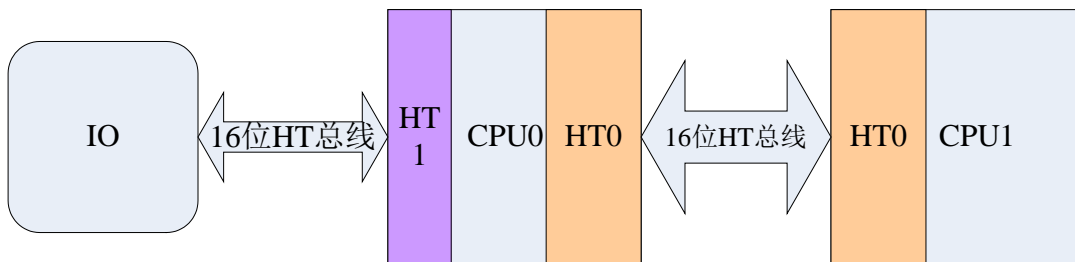

图 4-2 龙芯 3B1500 多处理器系统 HT 接口连接（二片）
- 龙芯 3B1500 多处理器系统连接。用于多处理器间互联时，HT0 接口硬件支持处理器核间 Cache 一致性协议，可以使用 HT0 接口可以构成 2 片龙芯 3B1500 处理器的互联系统。如果需要继续扩展，则需要使用不支持处理器核间 Cache 一致性的 HT1 接口或采用其它方式。图 4-2 龙芯 3B1500 多处理器系统 HT 接口连接（二片）中给出了 2 片互联的方式：